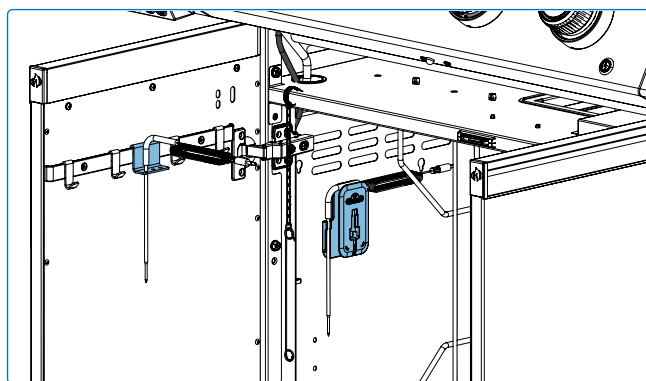

Fig. 10
- Rangez les composants de la rôtissoire sur les clips prévus à cet effet à l'intérieur du meuble du chariot et la broche à l'arrière du barbecue lorsqu'ils ne sont pas utilisés. Cela les garde en sécurité, protégés des intempéries et facilement accessibles pour votre prochaine cuisson. Assurez-vous toujours que les pièces sont propres et sèches avant de les ranger pour éviter la corrosion (**Fig. 10&11**).